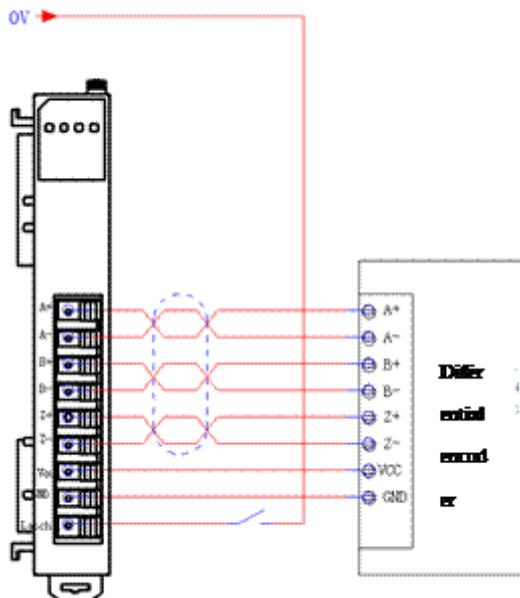

Рисунок 4-22. Схема подключения модуля энкодера SM602103
- На рис. 4-22 показана схема подключения модуля энкодера SM602103 (дифференциальный выход).